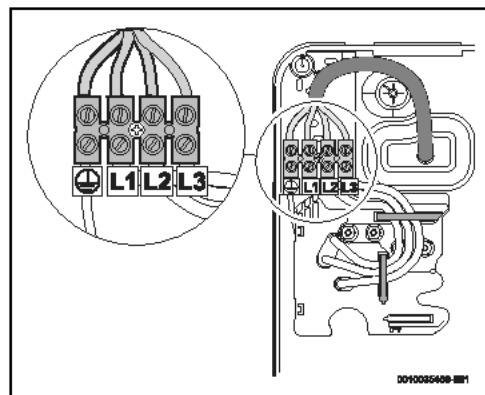

Fig. 96 Raccord supérieur
- Raccordement supérieur (fig. 96)